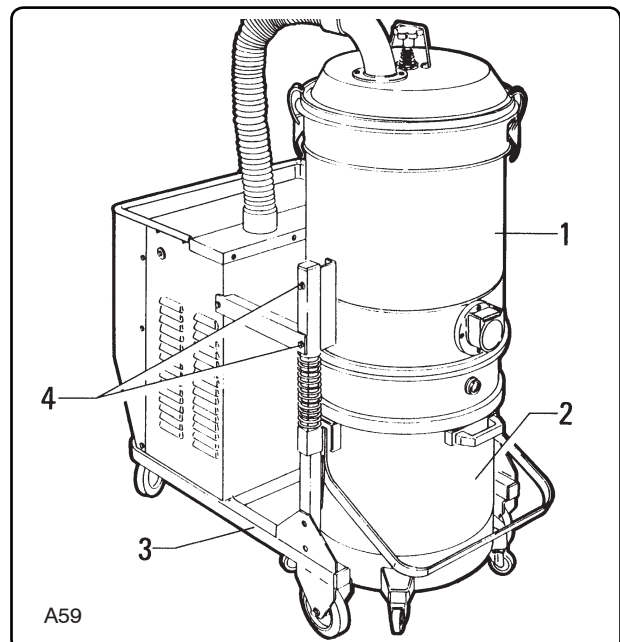

Fig. 8.5.7
8.5.6 - Verifica tenuta camera filtrante (fig. 8.5.7)
8.5.6 - Checking the tightness of the filter chamber (fig. 8.5.7)
8.5.6 - Control hermeticidad cámara filtrante (fig. 8.5.7)
8.5.6 - Controleren van de dichtheid van de filterkamer (Afb. 8.5.7)